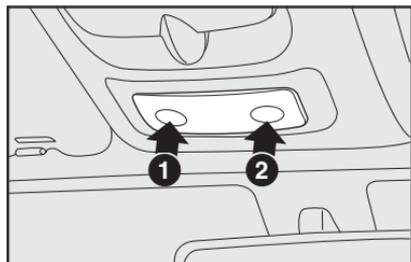

fig. 67
- fig. 67
La lámpara posee 3 situaciones distintas, de acuerdo con la posición del interruptor **fig. 67**: